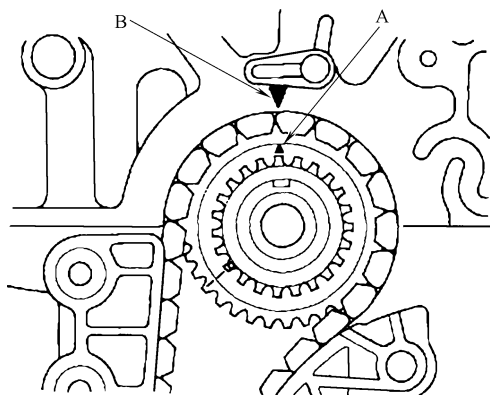

图 23-132 曲轴链轮上的上止点标记 A 与发动机气缸体上的指针 B 对齐
1) 将曲轴设置到上止点位置：按照图 23-132 所示，使曲轴链轮上的上止点标记 A 与发动机气缸体上的指针 B 对齐。